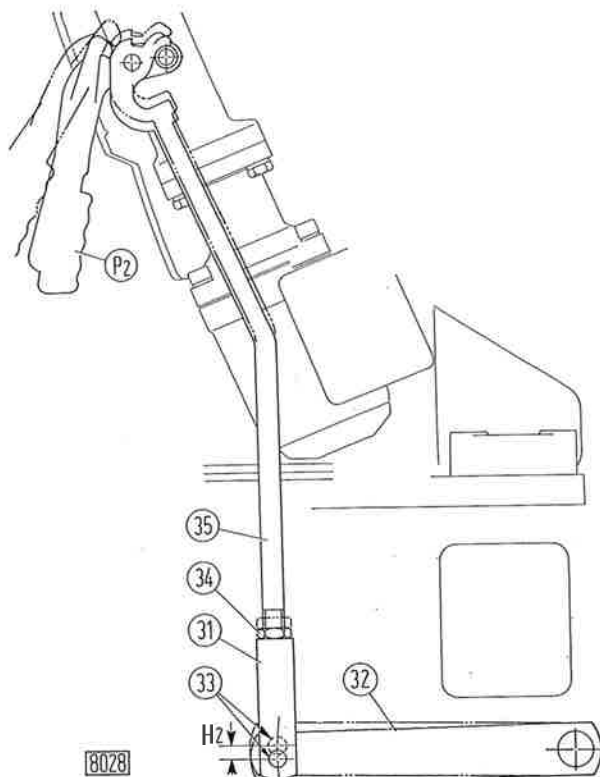

Fig. 78 - Réglage de la garde du levier d'embrayage de prise de force.
La garde nominale du levier (P₂, fig. 78), avant commencer le débrayage de la prise de force, est de 7 à 8 mm (H₂) du levier (32), mesurée près de la cheville (33).